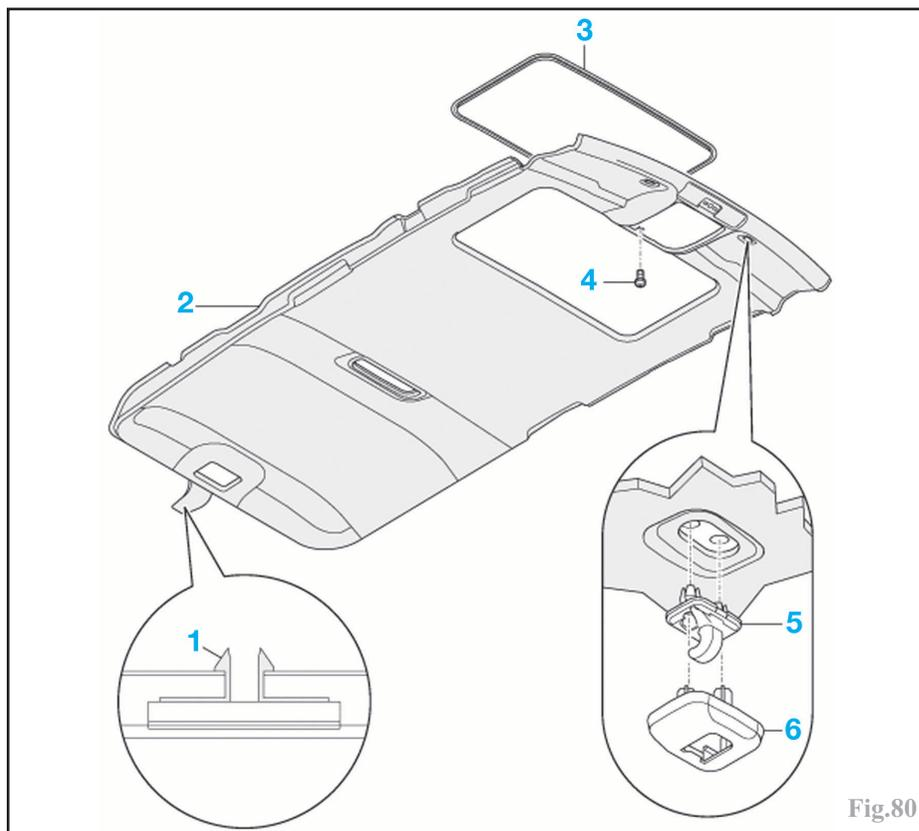

Fig.80
Déclipser les capuchons (6) (Fig.80).